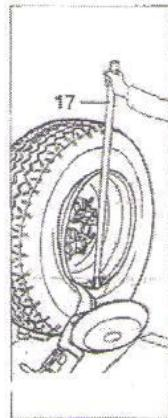

Рис. 7.6
- B. Повернуть колесо и одновременно вставить монтажную головку между ободом колеса и бортом шины, оно должно зацепиться за борт шины (см. рис. 7.6).
- E. Вставить рычаг LA (17, рис. 7.6) между ободом и бортом шины справа от монтажной головки.
L. Вставить рычаг LA (17, рис. 7.6) между ободом колеса и бортом справа от монтажной головки.